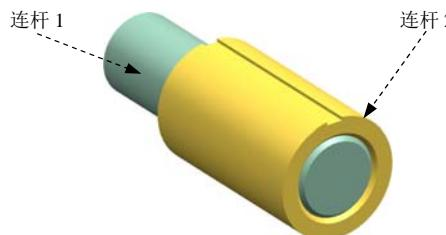

图 4.2.1 选取连杆
Step5. 定义固定连杆 1。选择下拉菜单  →  命令，系统弹出“连杆”对话框；选取图 4.2.1 所示的零件为固定连杆 1；在 **质量属性选项** 下拉列表中选择 **自动** 选项；在 **设置** 区域中选中  固定连杆 复选框；在 **名称** 文本框中采用默认的连杆名称“L001”；单击 **确定** 按钮，完成固定连杆 1 的定义。
Step6. 定义连杆 2。选择下拉菜单  →  命令，系统弹出“连杆”对话框；选取图 4.2.1 所示的零件为连杆 2；在 **质量属性选项** 下拉列表中选择 **自动** 选项；在 **设置** 区域中取消选中  固定连杆 复选框；在 **名称** 文本框中采用默认的连杆名称“L002”；单击 **确定** 按钮，完成连杆 2 的定义。
(1) 选择命令。选择下拉菜单  →  命令，系统弹出“运动副”对话框。
(2) 定义运动副类型。在“运动副”对话框 **定义** 选项卡的 **类型** 下拉列表中选择  选项。
(3) 定义参考连杆。选取图 4.2.1 所示的连杆 2 为参考连杆。